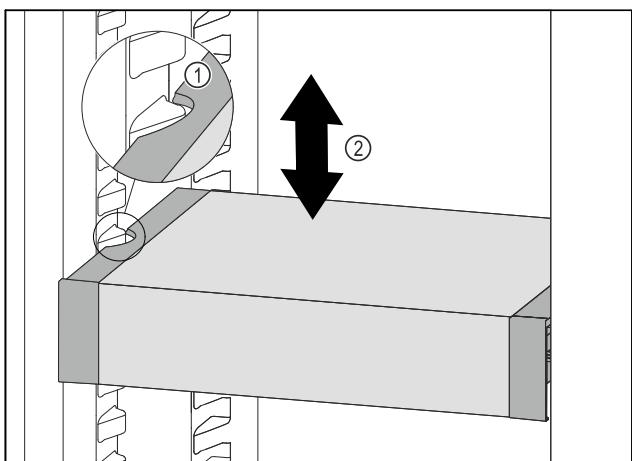

Fig. 133
- VarioSafe ťahajte dopredu, dokým sa bočné vybrania VarioSafe nebudú nachádzať vo výške rebra nádoby v chladničke. Fig. 133 (1)
- VarioSafe v chladničke presúvajte nahor alebo nadol, dokým sa dosiahne požadovaná výška. Fig. 133 (2)